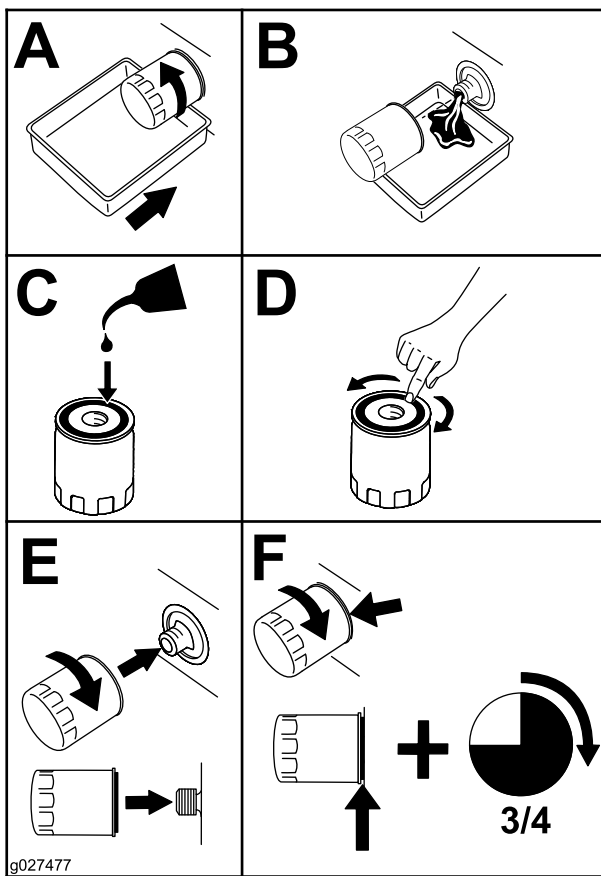

Bild 87
6. Tauschen Sie den Ölfilter wie in Bild 87 dargestellt.